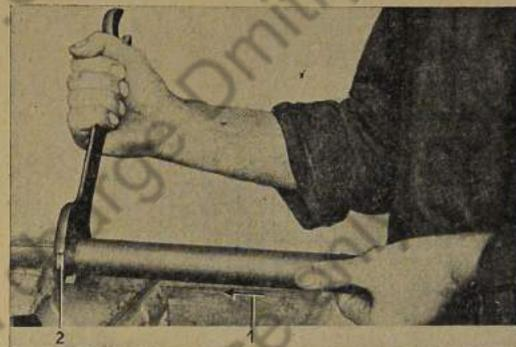

Bild 533: Verschlusschraube einschrauben
2. Zum Einschrauben der Verschlusschraube Feder zusammendrücken und gleichzeitig Verschlusschraube einschrauben (Bild 533).